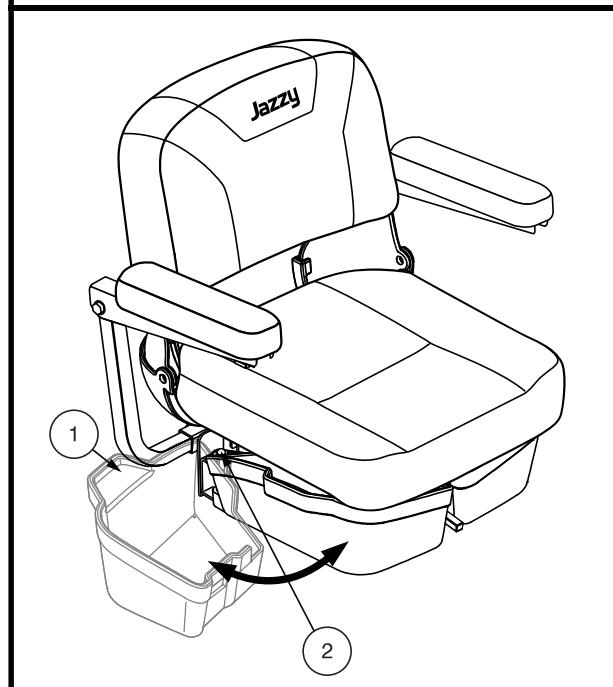

Figure 28. Almacenamiento debajo del asiento
- Levante levemente el cerrojo en el costado del cubo de almacenamiento debajo del asiento (fig. 28) y gire el cubo de almacenamiento debajo del asiento hacia fuera de la Travel Scooter.
- Levante levemente el cerrojo al costado del cubo de almacenamiento debajo del asiento (fig. 28) y gire el cubo de almacenamiento debajo del asiento hacia fuera de la Travel Scooter de viaje hasta que esté completamente abierto.
2. Si está equipado, retire el almacenamiento bajo del asiento (fig. 28).
7. Si está equipado, instale el almacenamiento bajo el asiento (**fig. 28**).